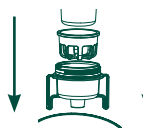

Figura: 3
- 4 Coloque el filtro de agua de carbón con la parte inferior redondeada mirando hacia abajo dentro del cartucho del filtro de agua de carbón. Consulte la Figura: 3.